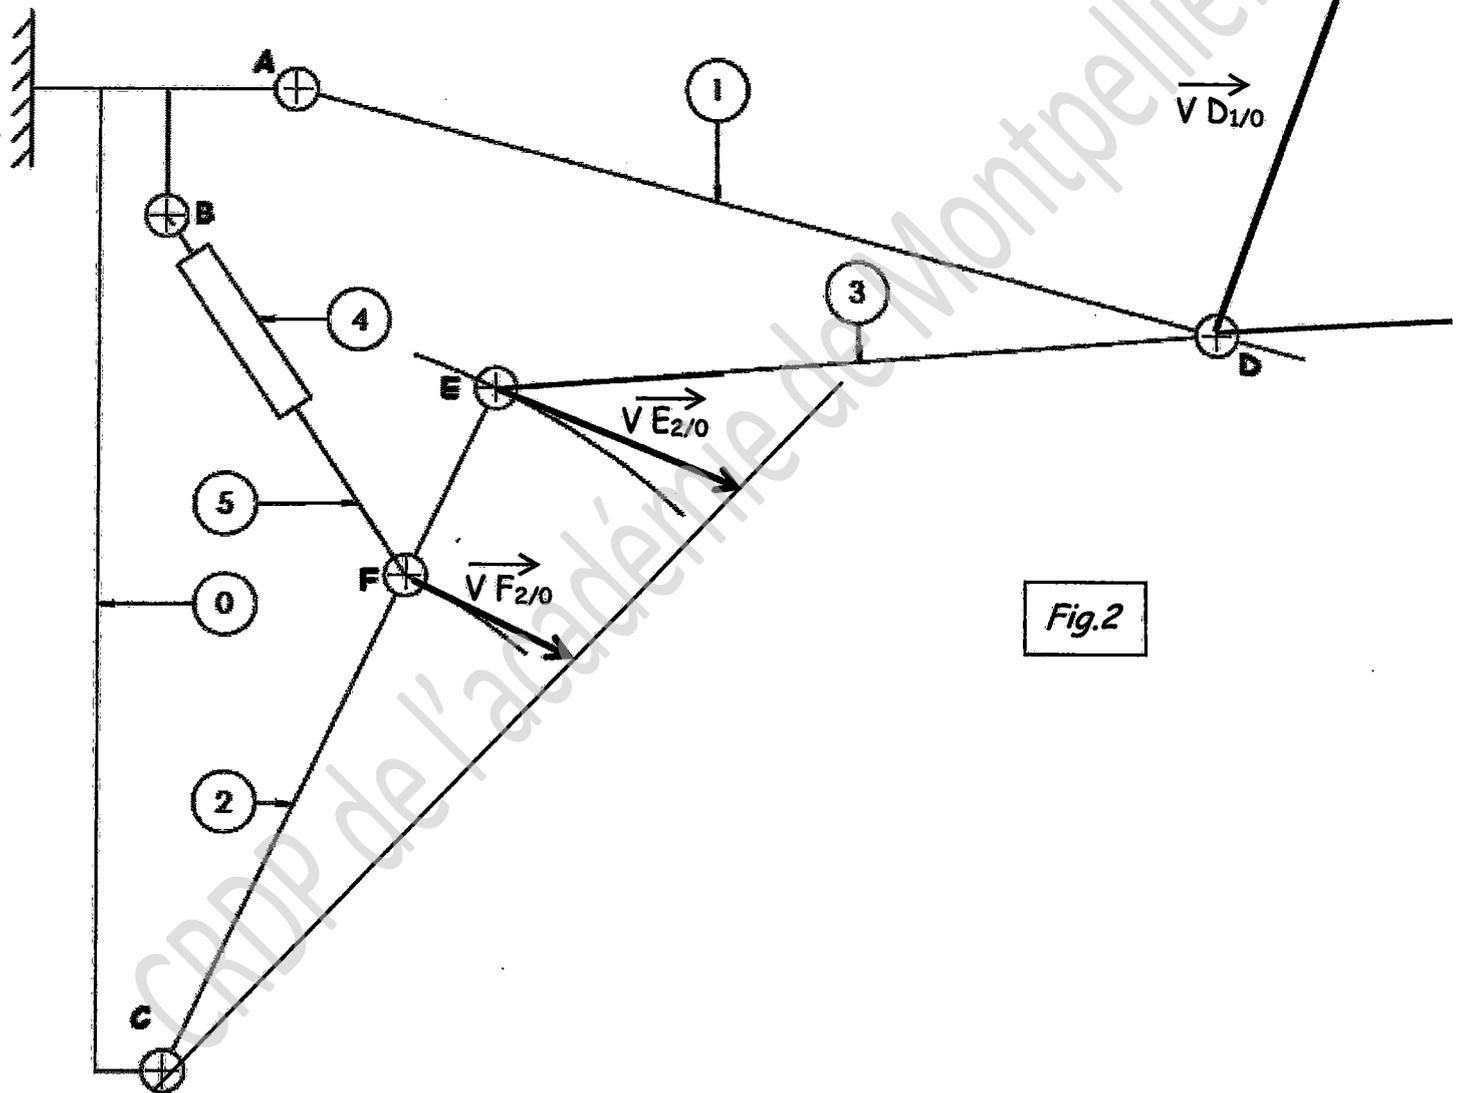

Fig.2
-Tracer les trajectoires des points identifiés sur la fig.2
2.5 - Sur le schéma Fig. 2 page DR 5/13, tracer le vecteur vitesse noté $\vec{V}_{F_{5/4}}$.
Sur le schéma Fig. 2 page DS6/13